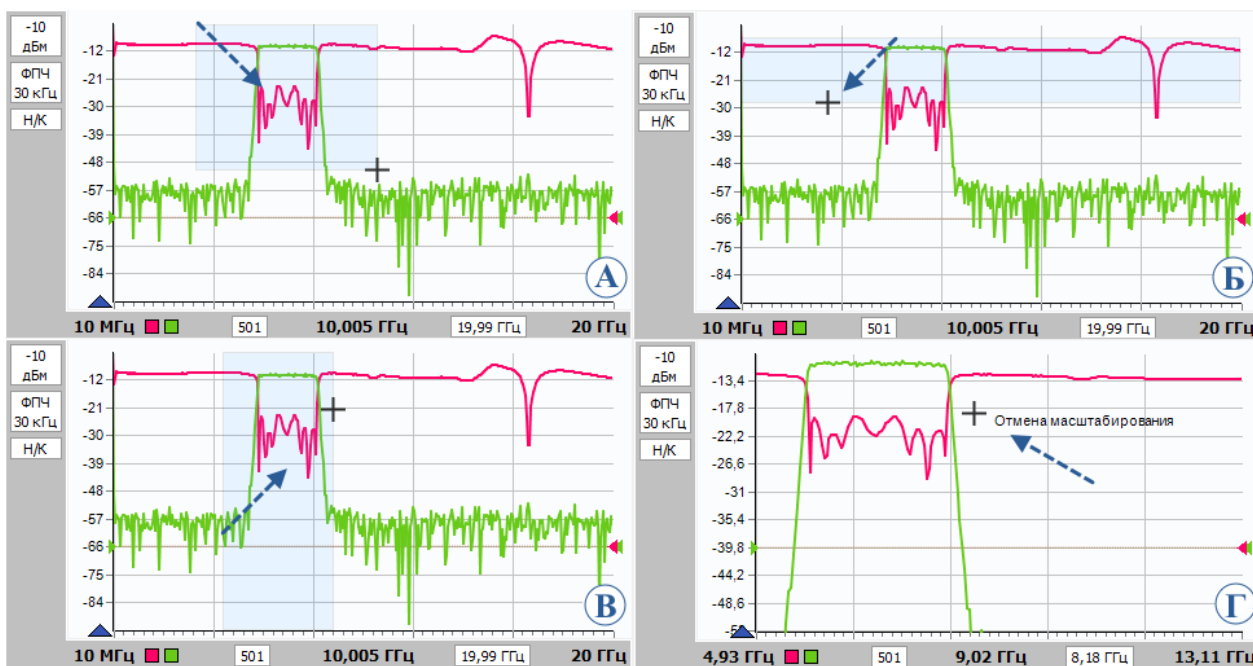

Рисунок 2.26 – Варианты графического задания масштаба и диапазона
- «влево-вниз» рисуются горизонтальные линии выделения по всей ширине диаграммы (рисунок 2.26 Б). После отжимания кнопки мыши изменяется только вертикальный масштаб выделенных трасс.
- «вправо-вверх» рисуются вертикальные линии выделения по всей высоте диаграммы (рисунок 2.26 В). После отпускания кнопки мыши изменяется только диапазон сканирования в соответствующих выделенных трассах измерительных каналов.
- «влево-вверх» отменяется последнее масштабирование (рисунок 2.26 Г). Можно последовательно отменить несколько операций масштабирования, если между ними не использовались функции «автомасштаба».